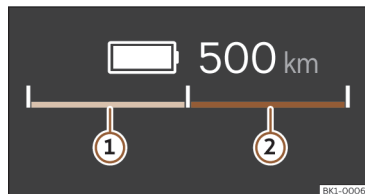

Fig. 26 No painel de instrumentos digital: indicador de potência (representação esquemática).
Através da barra dividida pela metade, o indicador de potência mostra permanentemente a disponibilidade de recuperação da energia de travagem >>> **Fig. 26** ① (verde) no lado esquerdo e a disponibilidade de propulsão >>> **Fig. 26** ② (azul) no lado direito.